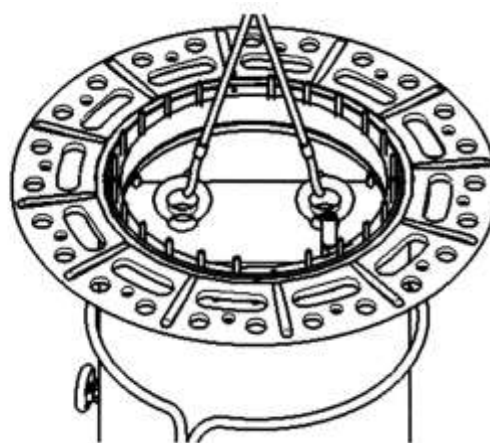

Рис. 28.
4. Слегка приподнимите переключающее устройство с помощью траверсы, следя за тем, чтобы все шпильки опорного фланца легко проходили в отверстия на головке устройства РПН (Рис.28).